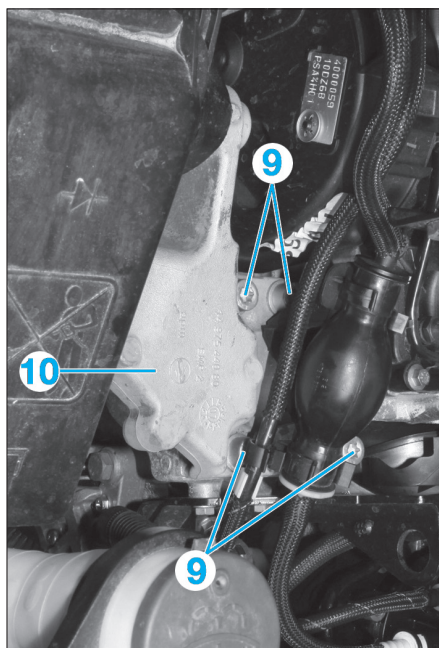

Fig. 89
- Déposer les vis (9) du support moteur droit (10) (Fig.89).